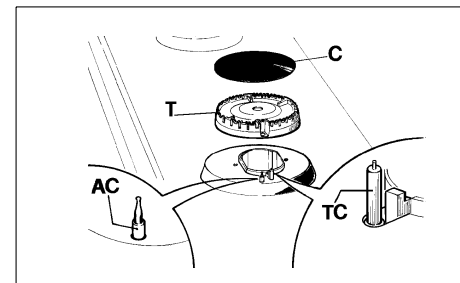

РИС. 6
Если Вы хотите, чтобы поверхность плиты всегда блестела, а все остальные детали всегда были в хорошем состоянии (решетки, эмалированные крышки конфорок "С" раскатели конфорок "Т" - см. (рис. 6), очень важно мыть их губкой после каждого использования, используя теплую воду с мылом. Затем их следует вымыть чистой водой и вытереть насухо.
- Проверьте, чтобы отверстия раскателей "Т" не были засорены (рис. 6).
- Проверьте, чтобы крышки конфорок "С" (рис. 6) были правильно установлены на своих местах. Правильно установленная крышка фиксируется на своем месте и не сдвигается.